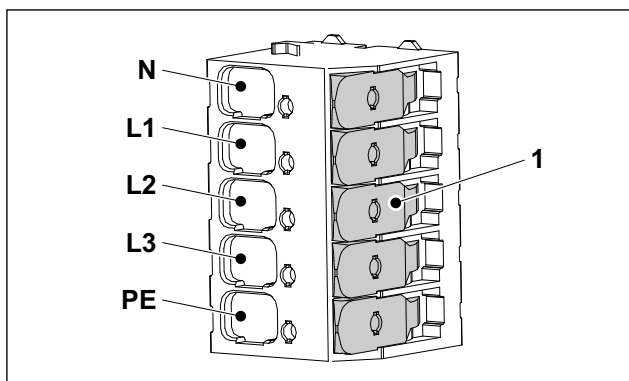

Fig. 5 Morsetti della tensione di alimentazione
8. Collegare i singoli conduttori della linea di alimentazione come indicato in figura (fig. 5). Se la tensione di alimentazione è monofase, il conduttore di fase deve essere collegato al morsetto L1. Nell'allacciamento monofase i morsetti L2 e L3 non vengono utilizzati.
Il collegamento dei conduttori alla morsetti non richiede attrezzi. Aprendo la levetta (fig. 5/1), il corrispondente morsetto si apre e consente di inserire il conduttore di alimentazione. Richiudendo la levetta, il conduttore viene bloccato all'interno del corrispondente morsetto. Si deve evitare di azionare contemporaneamente più di una levetta.